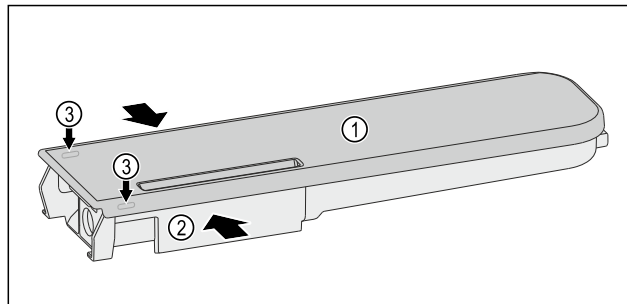

Fig. 173
- ▶ Stisnite spremnik za vodu Fig. 173 (2), pažljivo podignite poklopac Fig. 173 (1) preko zasuna Fig. 173 (3) i ga povucite prema gore.
- ▶ Poklopac Fig. 173 (1) lagano pomičite amo-tamo i izvadite ga prema gore.